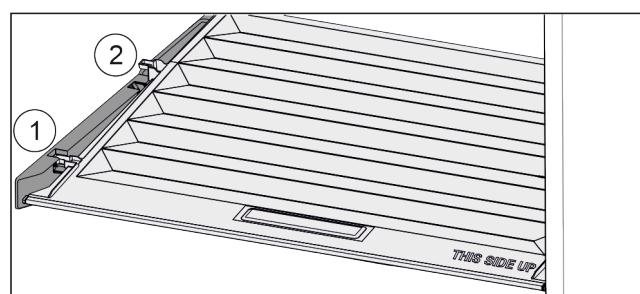

Fig. 33
- Veko potiahnite dopredu až k otvoru v prídržných dieloch Fig. 33 (1).
- Vzadu ho nadvihnite zospodu a zložte smerom nahor Fig. 33 (2).